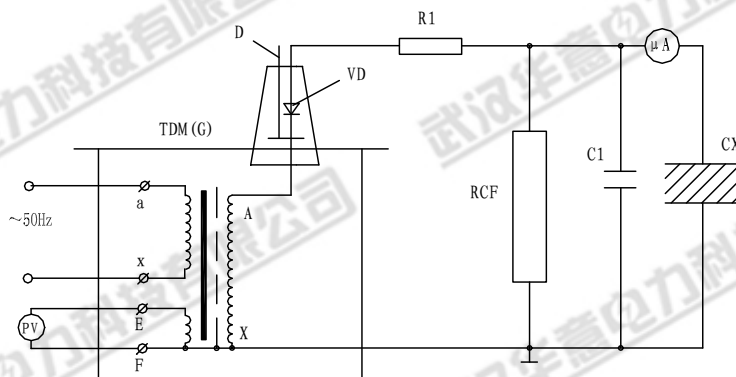

图 7：高压直流泄漏试验接线图
- (1) 试验人员应做好分工，明确相互间联系办法。并有专门人监护现场安全及观察试品状态。
- (2) 被试品应先清扫干净，并绝对干燥，以免损坏被试品和试验带来的误差。
- (3) 对于大型试验，一般都应先进行空升试验。即不接试品时升压至试验电压，校对各种表计，调整球间隙。
- (4) 升压速度不能太快，并必须防止突然加压。例如调压器不在零位的突然合闸。也不能突然切断电源，一般应在调压器降至零位时拉闸。
- (5) 当电压升至试验电压时，开始计时，到 1min 后，迅速降压到 1/3 试验电压以下时，才能拉开电源。
- (6) 在升压或耐压试验过程，如发现下列不正常情况时，应立即降压，切断电源。停止试验并查明原因：①电压表指针摆动很大；②发现绝缘烧焦或冒烟；③被试品内有不正常的声音。
- (7) 耐压试验前后应测量绝缘电阻，检查绝缘情况。
TDM (G) 试验变压器在做被试品的直流耐压或泄漏试验时接线原理图如图 7。
注：此试验应先抽出短路杆“D”，图7中所示。